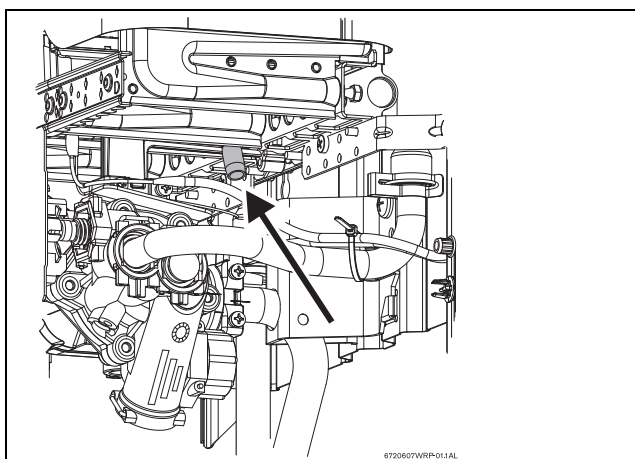

Fig. 12 Vis de pression
- ▶ Dévisser la vis de pression (fig. 12).